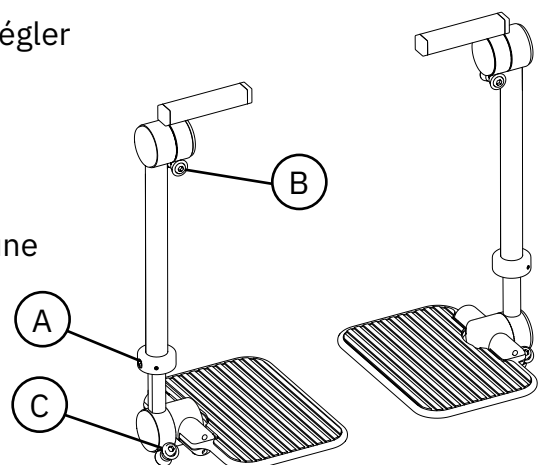

Figure 5.54. Repose-jambes Medic.
Le repose-jambes Medic est monté sur le côté et réglable en hauteur (A), en inclinaison pour le repose-jambes (B) et la palette (C), voir la figure 5.54.
Les repose-jambes Cross sont amovibles sans outils et peuvent pivoter latéralement. Le repose-jambes est réglable en hauteur (A), en inclinaison pour le repose-jambes (B) et la palette (C), voir la figure 5.54.